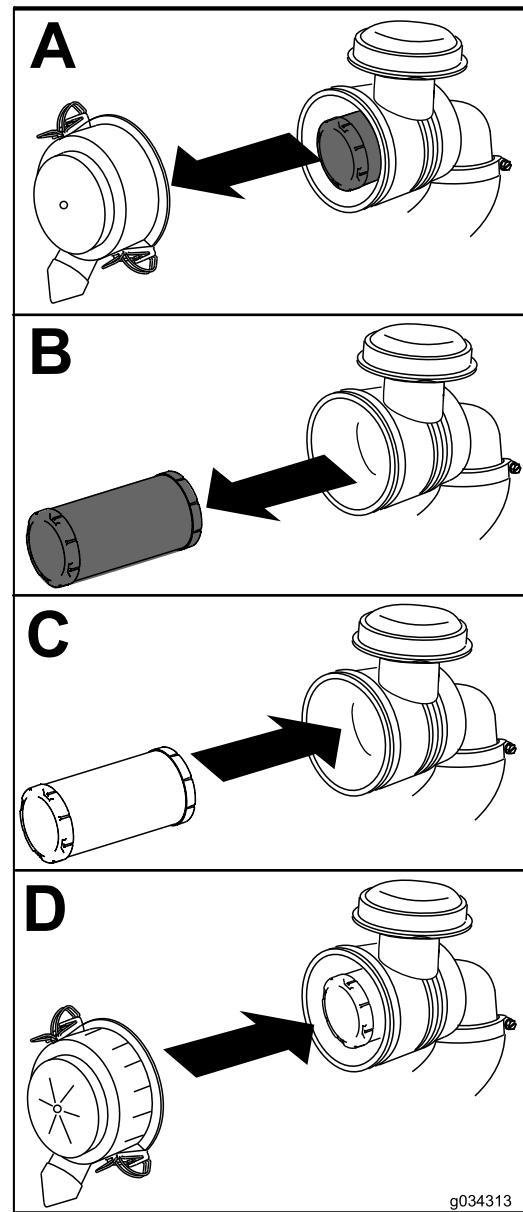

Figura 36
1. Extraiga con cuidado el elemento del limpiador de aire de la carcasa del limpiador de aire (Figura 36).
4. Instale la tapa del limpiador de aire con el lado que lleva la palabra UP hacia arriba, y cierre los enganches (Figura 36).